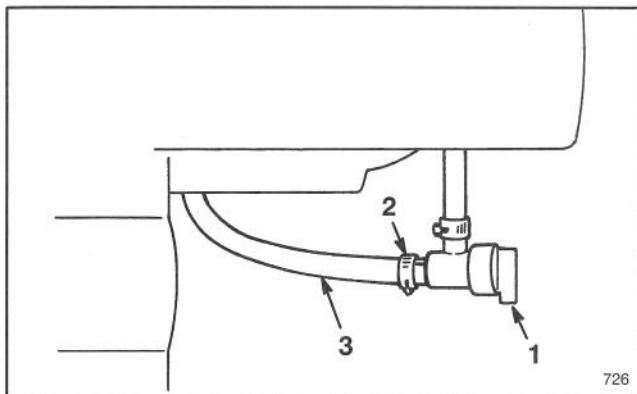

Figure 19
1. Fermez l'arrivée d'essence (Fig. 19) en tournant le robinet vers la gauche.
3. Desserrez les pince qui attachent le conduit d'alimentation sur le robinet d'arrêt, puis enlevez ce conduit du robinet (Fig. 19).